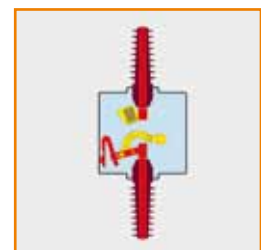

Fig. 3
- Quando è nella posizione di **Chiuso Terra** viene messa a terra la linea a valle dell'apparecchio (fig.3).